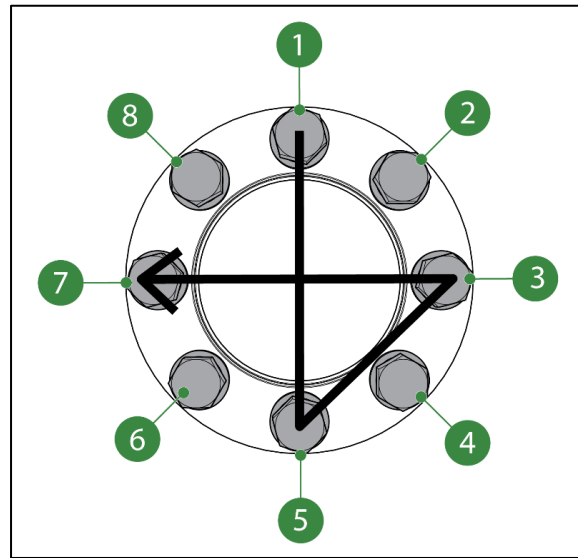

Рисунок 3-3: Схема затяжки болтов
Рисунок 3-3: Система интеграции в трубопроводную сеть с 3 портами: 1 ультразвуковой датчик (US) (справа, 1 датчик температуры (вверху) и 1 датчик электропроводности (внизу)